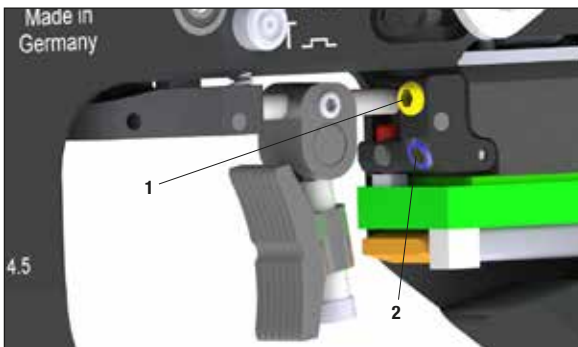

Abb.17
- Gewindestift (2, Abb. 17) mit einem Innensechskantschraubendreher SW2 im Uhrzeigersinn eindrehen. Der Nachzugsweg wird verkürzt.